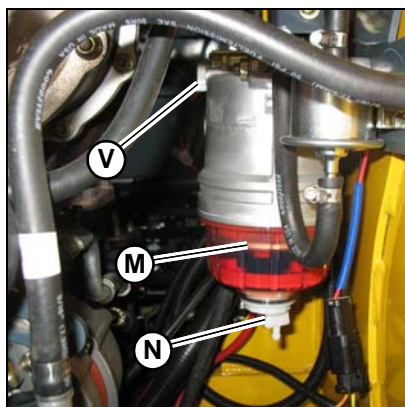

Figura 98 – Separador de água
3. Inspeção o separador de água (Figura 98) em relação à presença de água:
- Se o anel indicador (M) estiver no fundo do copo, não é necessária qualquer ação.
- Se o anel indicador (M) estiver a flutuar acima do fundo do copo, há água acumulada, que precisa de ser drenada.
5. Vire a alavanca da válvula de combustível (V) no separador de água para a posição DESLIGADO.
6. Desaperte o bujão de drenagem (N) no fundo do separador de água. Deixe a água drenar até o anel assentar no fundo do copo.
7. Aperte o bujão de drenagem (N) e elimine o combustível/água de acordo com as legislações ambiental.
3. Vire a alavanca da válvula de combustível (V, Figura 98) no separador de água para a posição DESLIGADO.
6. Vire a alavanca da válvula de combustível (V) no separador de água para a posição LIGADO.